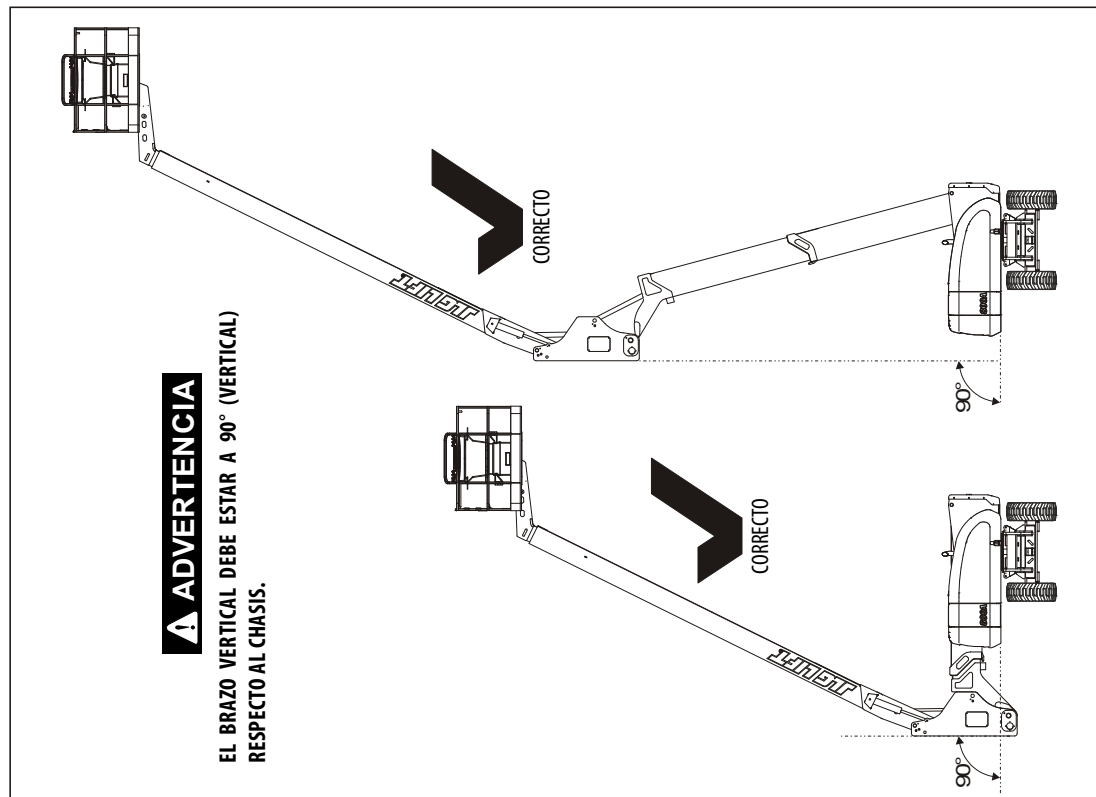
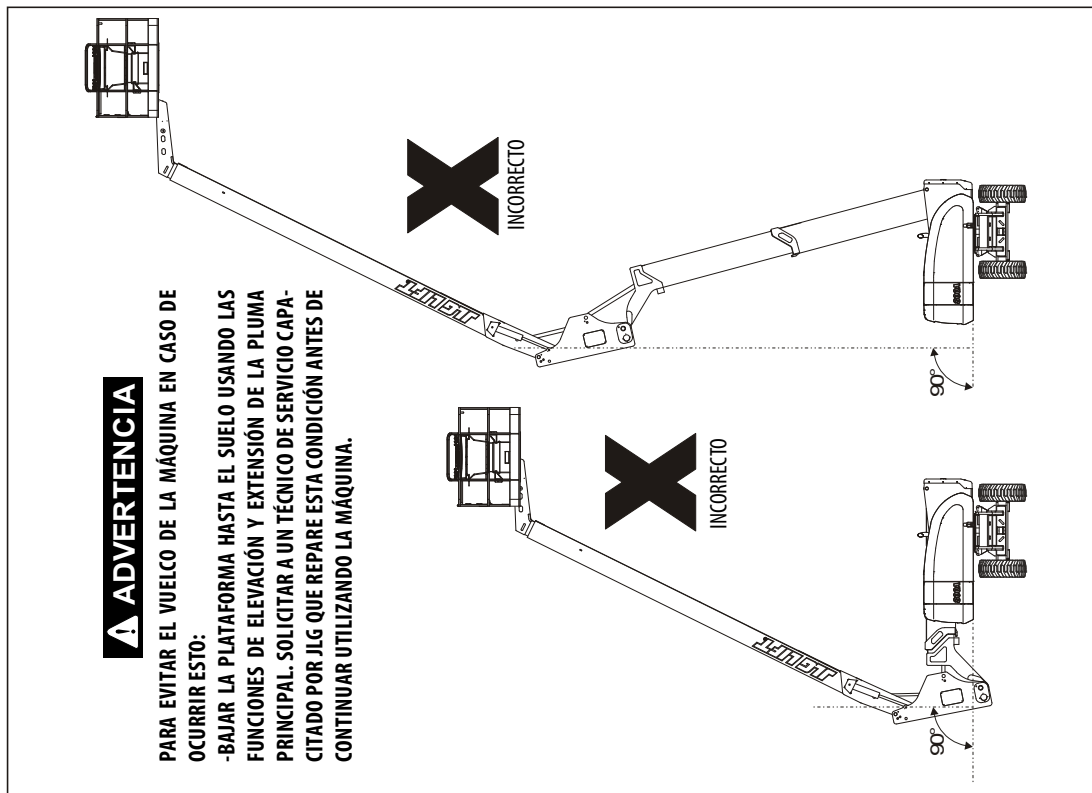

Figura 2-7. Colocación de brazo vertical de pluma — Correcto
Figura 2-8. Colocación de brazo vertical de pluma — Incorrecto
- 23.** Brazo vertical — En posición vertical respecto al chasis. Consultar la Figura 2-7. y la Figura 2-8. Si no está alineado, no usar la máquina hasta que se haya sincronizado el brazo vertical de acuerdo con la Sección 4.16.
- c. Elevar la pluma de base de torre aproximadamente 40 grados, luego bajar nuevamente la pluma de torre por debajo de la posición horizontal. Mientras se eleva y baja el conjunto de pluma de torre, observar la posición del brazo vertical. Asegurarse que el brazo vertical permanezca vertical respecto al chasis. Consultar la Figura 2-7. y la Figura 2-8.